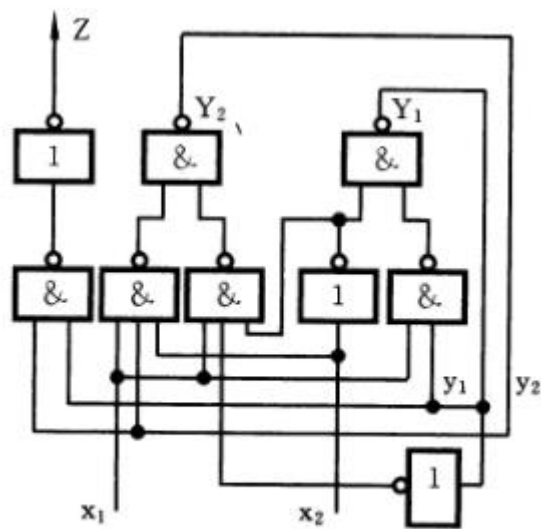

图 6.41 逻辑电路
- 请在Logisim上实现习题6.9的电路（图6.41），并验证该电路的功能。
6.9 分析图 6.41 所示电平异步时序逻辑电路,作出流程表和总态图,说明该电路的逻辑功能。